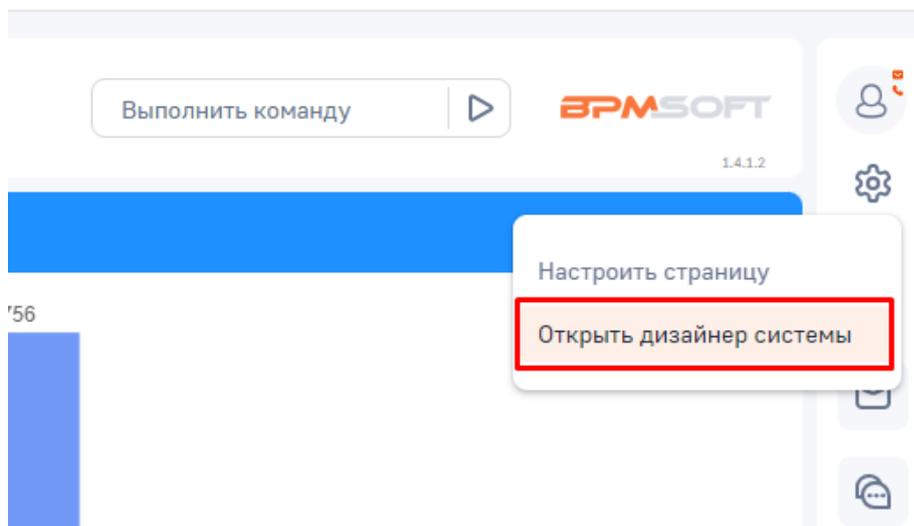

Рис. 1.1. – Переход в дизайнер системы
1. Перейти в дизайнер системы (рис. 1.1.).